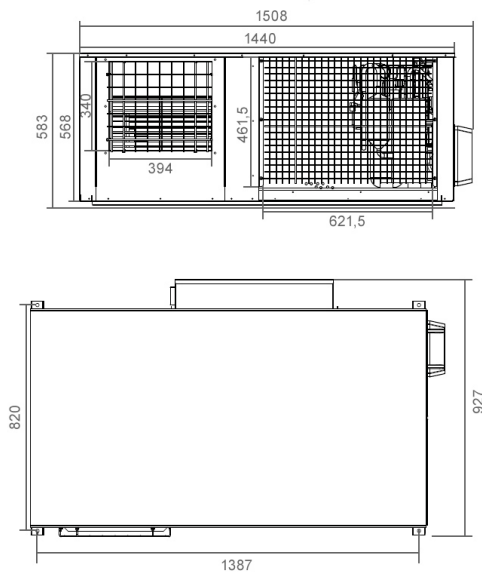

Fig. 3-1 Dimensão da Unidade de Ar Condicionado
- 1) Fig.3-1 é aplicável aos modelos GIA-CEN-10KOMP, GIA-CEN-14KOMP; GIA-CEN-16KOMP